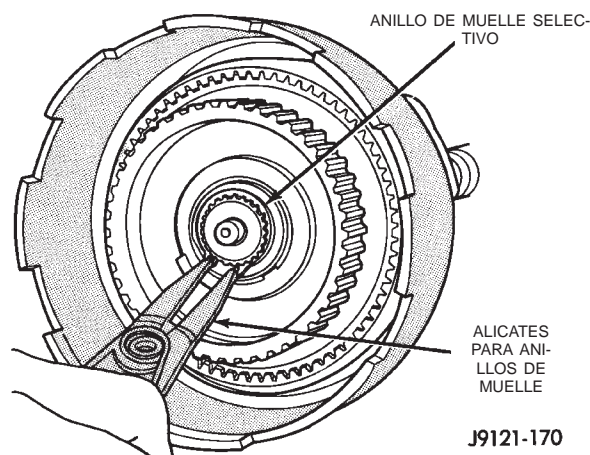

Fig. 166 Instalación del anillo de muelle selectivo del planetario
(21) Instale el anillo de muelle selectivo del planetario con los alicates para anillos de muelle (Fig. 166). Asegúrese que el anillo asiente completamente.
(22) Invierta el conjunto del tren de engranajes planetarios de modo que el casco impulsor quede mirando hacia el banco de trabajo. Apoye luego el tren de engranajes en un taco de madera emplazado debajo del extremo delantero del eje transmisor. Esto permite que los componentes del tren de engranajes se desplacen hacia adelante para efectuar una verificación exacta del juego longitudinal.